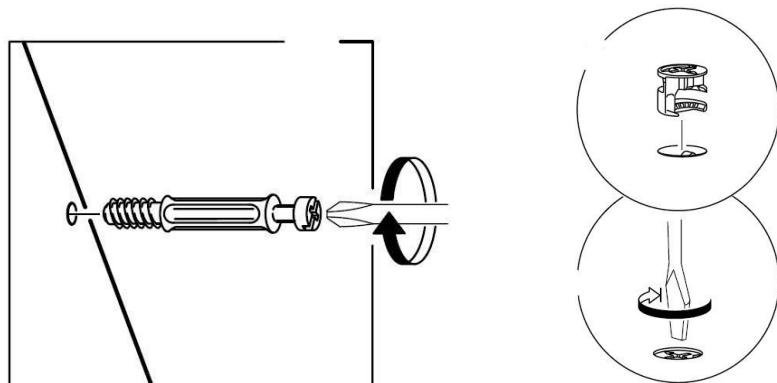

Рис. 1
1. В боковые стенки (51), (52), перегородку (53), горизонтальные щиты (45), (46), задние стенки (47), (48), (49), (50) в имеющиеся отверстия установить эксцентрики Rastex 15\22, таким образом, чтобы стрелка была повернута в сторону отверстия в торце.
2. В установленные муфты эксцентриковых стяжек на боковых стенках (51), (52), перегородке (53), крышке (43) ввернуть дюбели DU644, в соседние отверстия установить шканты (рис.1 и схема сборки).
3. На нижний щит (44) установить опоры шурупами 3,5x13мм.